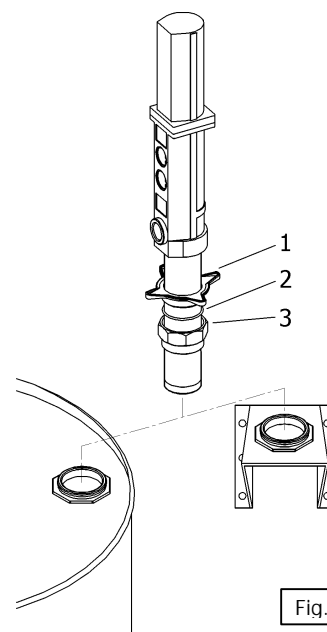

Fig. 2
These pumps can be mounted directly on drums or on a wall bracket fitted with a 2" bung (Fig. 2). Loose the star nut (1) of the bung adaptor to remove the lower nut (3), and screw this into the 2" bung opening of the drum or bracket. Place the star nut (1) and the split ring (2) on the suction tube. Slide the pump through the opening and fasten the assemble at the desired height by tightening the star nut (1).
Las bombas pueden ser montadas directamente sobre bidones o sobre un soporte mural que dispongan de rosca 2"BSP H (Fig. 2). Afloje la tuerca en estrella (1) del adaptador para extraer la parte inferior del mismo (2) y rosclarla en el brocal de 2" del bidón o del soporte. Coloque la tuerca en estrella (1) y el anillo (2) del adaptador en el tubo, introduzca la bomba por el brocal y apriete el conjunto a la altura deseada.
Les pompes peuvent être installées directement sur fût ou sur un support mural muni d'un raccord 2"BSP (F) (Voir Fig.2). Desserrer le raccord en étoile (1) de l'adaptateur pour extraire la partie inférieure de ce dernier (2) et la fixer à l'orifice 2" du fût ou du support. Placer le raccord en étoile (1) ainsi que l'anneau (2) de l'adaptateur dans le tube et introduire la pompe par l'orifice du fût ou du support en serrant l'ensemble des éléments à la hauteur désirée.